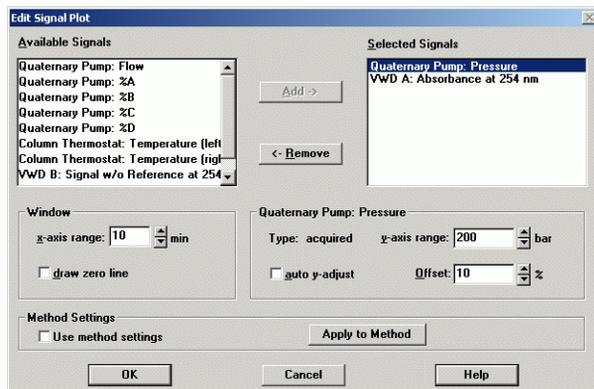

Abbildung 3 Das Dialogfeld Edit Signal Plot
- 2 Klicken Sie im Fenster Online Plot auf **Change**, um das Dialogfeld **Edit Signal Plot** aufzurufen (siehe Abbildung 3):